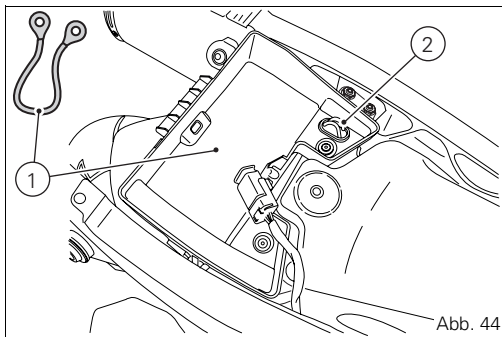

Abb. 44
Im hinteren Teil des Staufachs unter der Sitzbank befindet sich das Kabel zur Helmbefestigung (1) (siehe Abb. 44). Das Kabel durch den Helm ziehen und das Kabelende in den Stift (2) einführen. Den Helm herunterhängen lassen und die Sitzbank wieder montieren, um den Helm zu sichern.